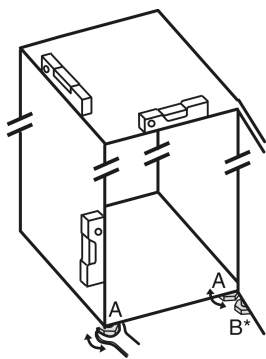

Fig. 48
- Zhvendosni këmbëzat me rregullim Fig. 48 (A) me çelës fiso dhe me ndihmën e një niveli me ujë, derisa pajisja të jetë niveluar mirë.
- Zhvendosni këmbëzat me rregullim Fig. 48 (B) në bazamentin mbështetës me çelës fiso të përfshirë në paketim, derisa të jetë mbështetur mbi dyshemë.
- Rrotulloni këmbëzën me rregullim Fig. 48 (B) me 90°.